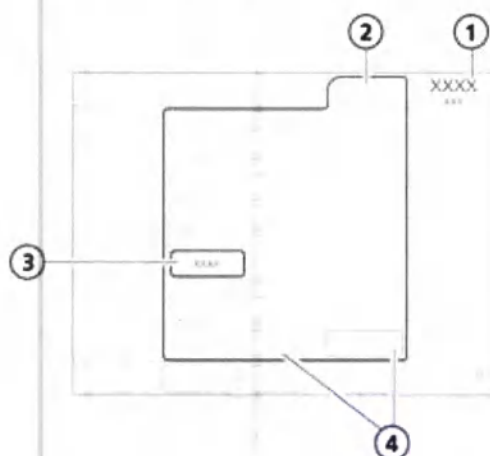

Рисунок 5-4. Изменение режима, окно «Режимы»
1. Откройте окно «Режимы». См. рис. 5-4.